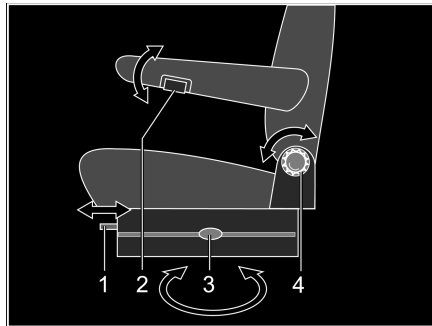

Fig. 69 Asiento del conductor y del acompañante (Aguti)
- Presionar o tirar la palanca (Fig. 69,3) para girar los asientos. El asiento se desbloquea.